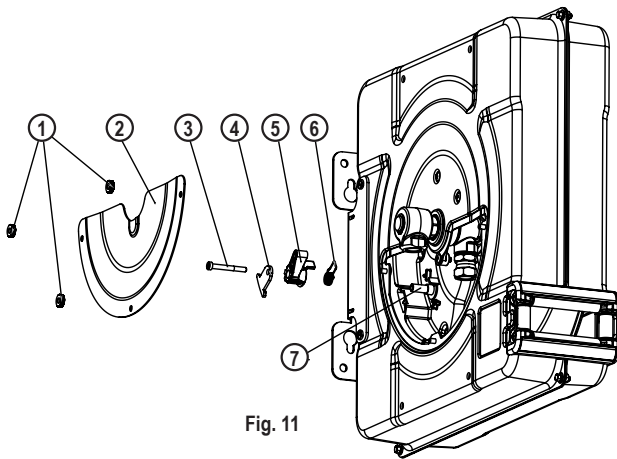

Fig. 11
1. Take apart the service lid (2) (fig. 11) loosening the plastic nuts (1) (fig. 11). No tools required to do this operation.
4. Loosen the bolt (3) (fig. 11) and take away the reinforcement metal sheet (4) (fig. 11), the latch (5) (fig. 11), and the spring (6) (fig. 11).
6. Assemble the new latch and the spring through the guiding axis (7) (fig. 11), having in mind that the spring arms side must be oriented towards the latch, and leaving the spigot between the spring arms.
7. Place the reinforcement metal sheet (4) (fig. 11) and introduce the bolt (3) (fig. 11). When tightening the bolt, beware not to exceed 4 Nm torque, otherwise, the bolt thread can be damaged.
1. Ta bort servicelocket (2) (fig. 11) och lossa plastmuttrarna (1) (fig. 11). Inga verktyg krävs för att göra denna operation.
4. Lossa bulten (3) (fig. 11) och ta bort armeringsmetallarket (4) (fig. 11), spärren (5) (fig. 11) och fjädern (6) (fig. 11).
6. Montera den nya spärren och fjädern genom styraxeln (7) (fig. 11), fjäderarmens sida måste vara inriktad mot spärren och lämna spiken mellan fjäderarmarna.
7. Placera armeringsplåten (4) (fig. 11) och sätt in bulten (3) (fig. 11). När du spänner bulten, var försiktig så att den inte överskrider 4 Nm vridmoment, annars kan bultgången skadas.